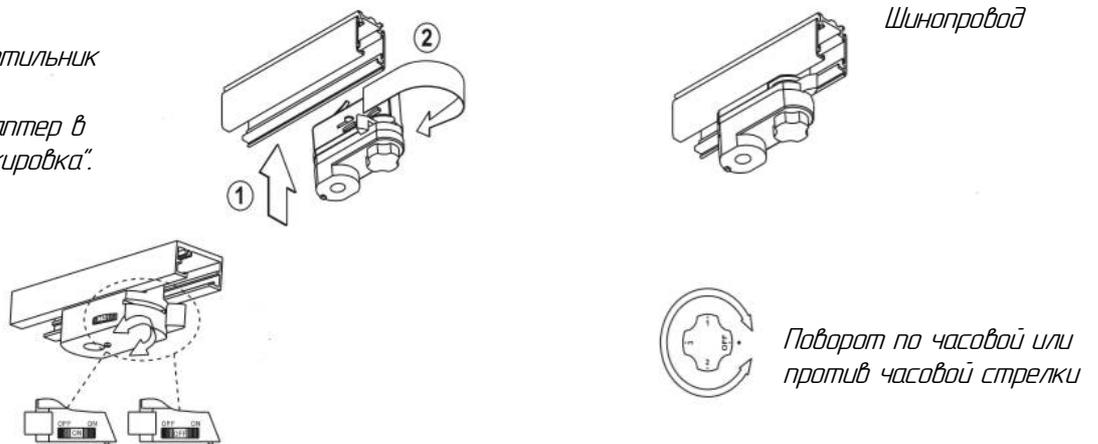

Рисунок 2 - Схема установки светильника
5.4 Установить переключатель на светильнике в положение "выключено (OFF)". Установить светильник на шине и защелкнуть его на шине, повернув выключатель в положение "включено (ON)"(см.рисунок 2)